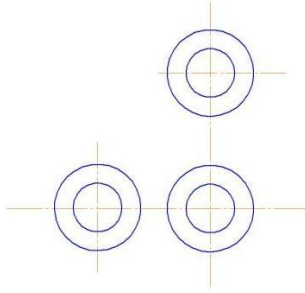

Рисунок 2
2. Вычертить все окружности и прямые линии (рис.2 и 3).